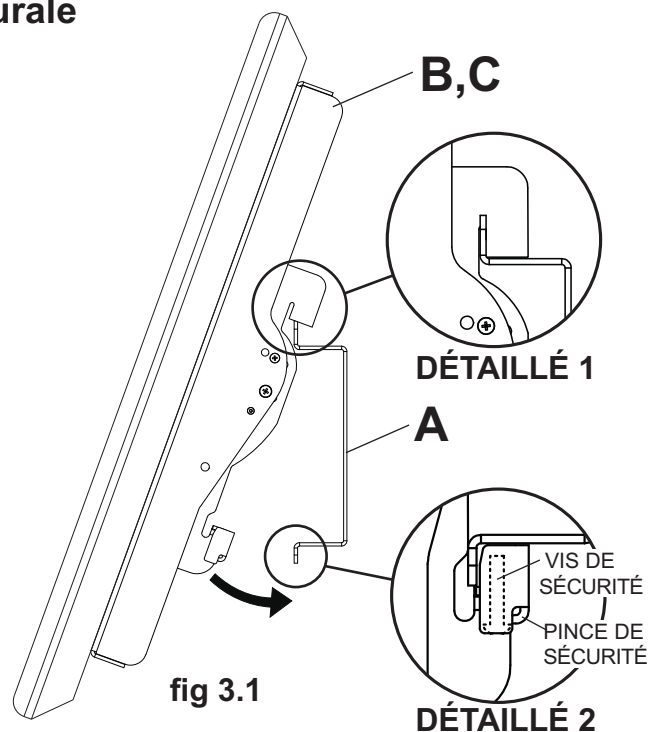

fig 3.1
3 Montage de l'écran : Accrochez les supports inclinables (B,C) à la plaque murale (A) et faites pivoter l'écran vers l'intérieur comme illustré à la fig. 3.1. **REMARQUE :** Si la pince de sécurité est en contact avec le bas de la plaque murale, desserrez la vis de sécurité à l'aide d'une clé hexagonale (L). Les crochets des supports inclinables doivent être complètement engagés dans la plaque murale comme illustré dans le dessin de détail 1. Serrez les vis de sécurité à l'aide d'une clé hexagonale (L) jusqu'à ce que la pince de sécurité soit fermement appuyée contre le bas de la plaque murale.